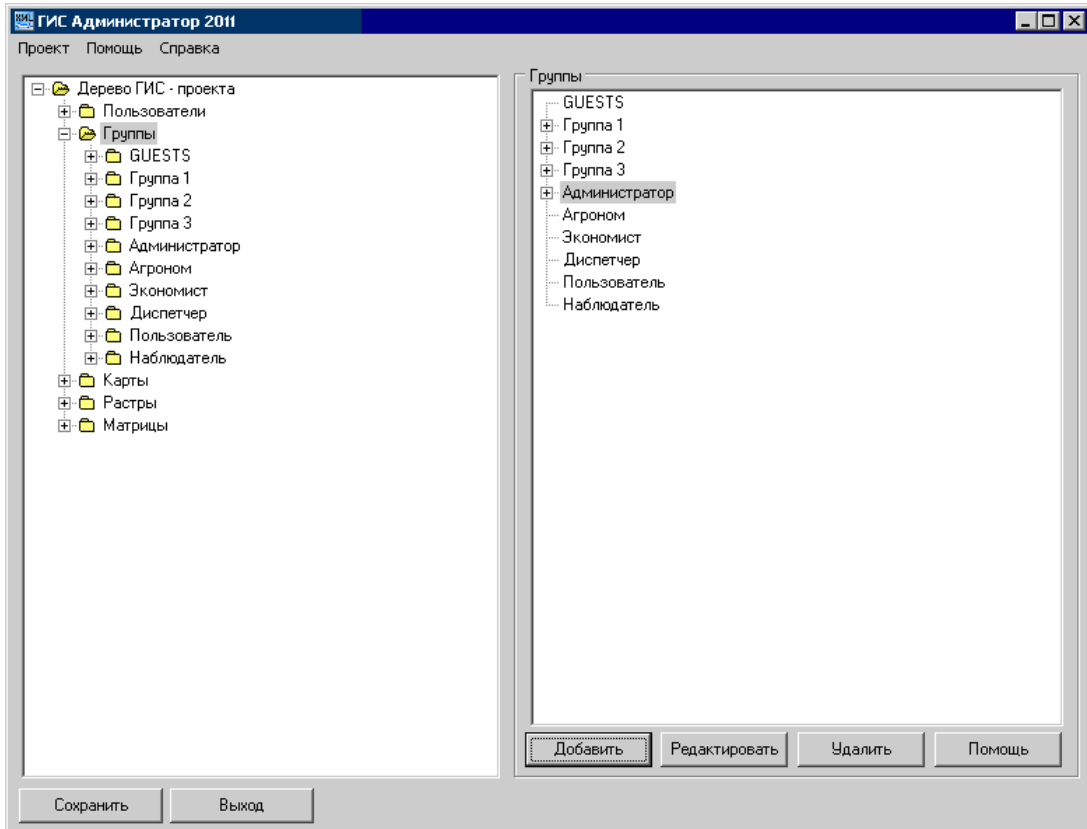

Рисунок 19 - Окно ГИС Администратора 2011 — Группы
6. В папке Группы создать группы пользователей аналогичные группам в ГИС Панорама АВТО: Администратор, Агроном, Экономист, Диспетчер, Пользователь, Наблюдатель (см. Рисунок 19).